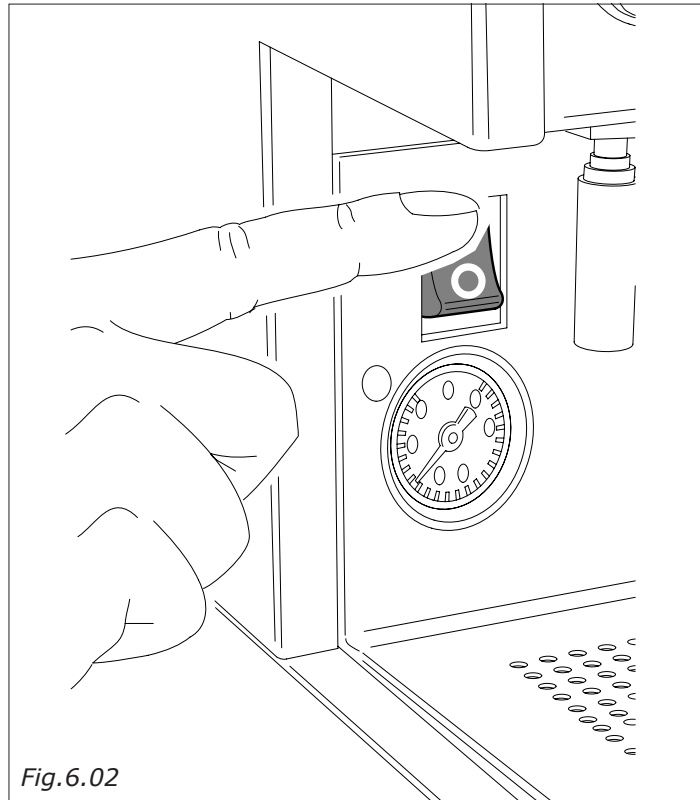

Fig. 6.02
- Stellt man den Hauptschalter (Abb.6.02) auf **I**, schaltet sich die Kontrolllampe des Schalters ein.